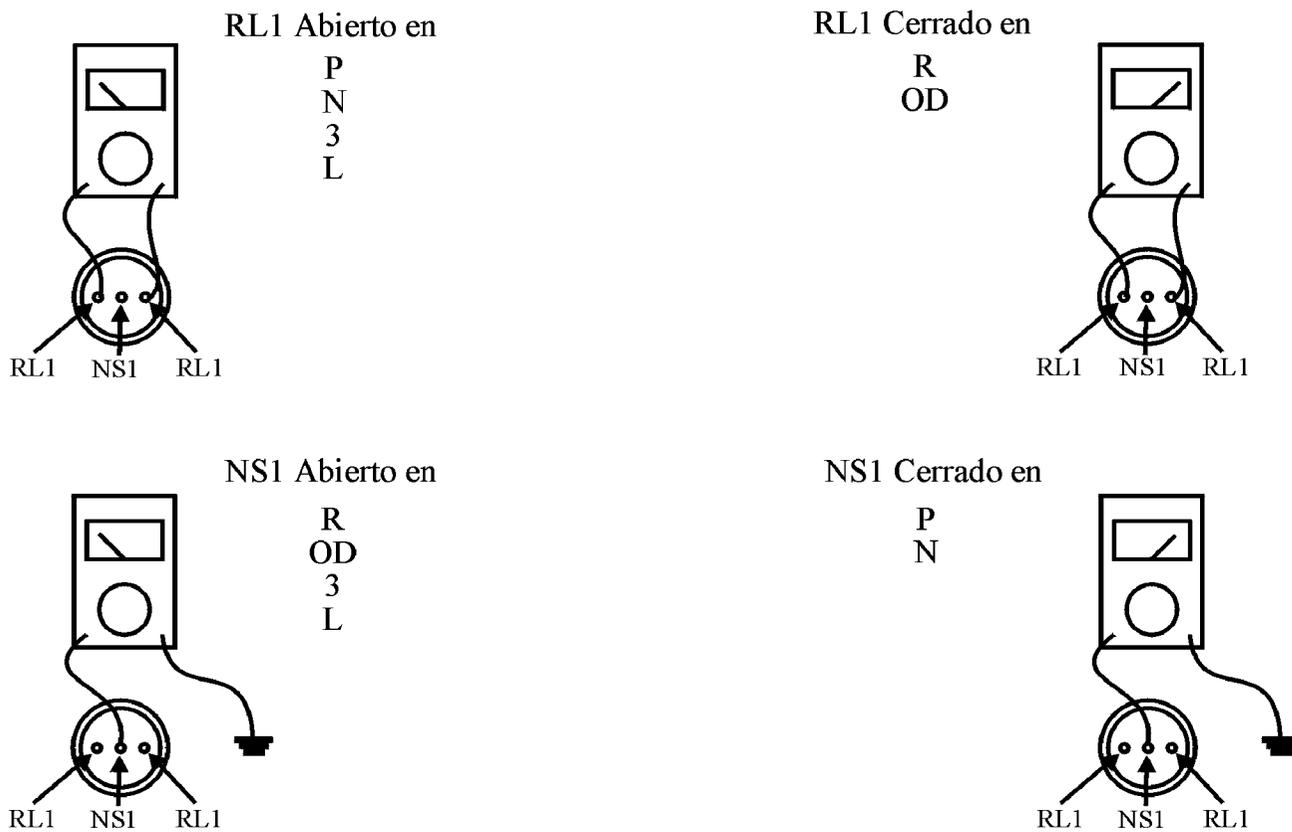
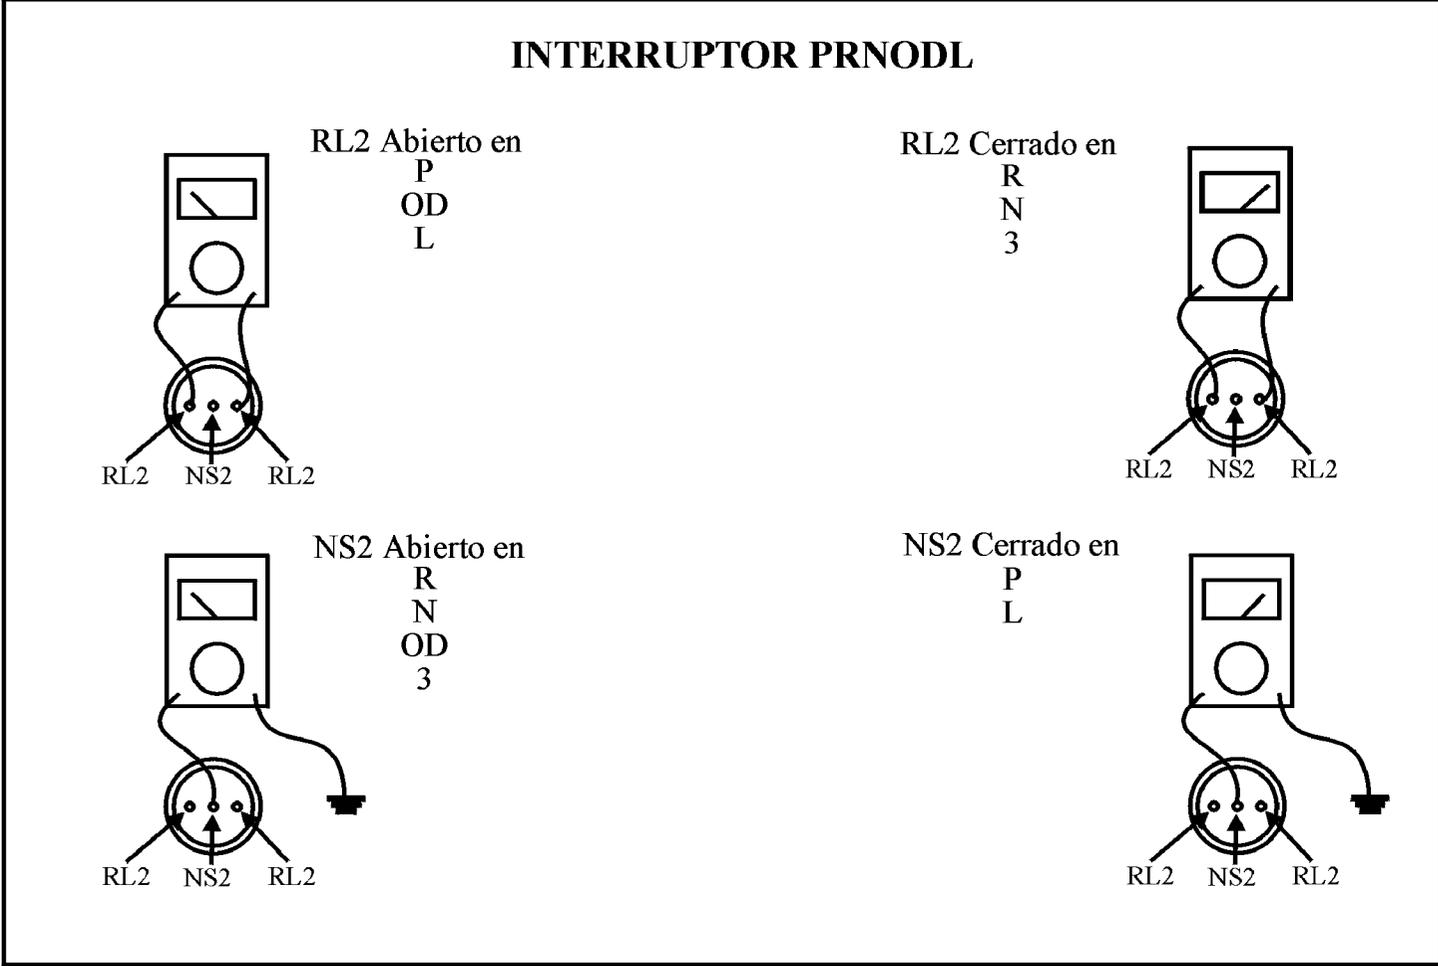

Figura 36
Figura 37
- Una vez que el circuito con la falla ha sido identificado, ese circuito en específico debe ser probado. El primer paso sería el revisar la operación de los interruptores PRNODL y Neutral con un ohmímetro. Ésto probará la integridad de los interruptores tanto como la de la leva plástica en el cuerpo de válvulas. Use la figura 36 para pruebas específicas al circuito en cuestión del interruptor Neutral de Seguridad y la figura 37 para pruebas al PRNODL.